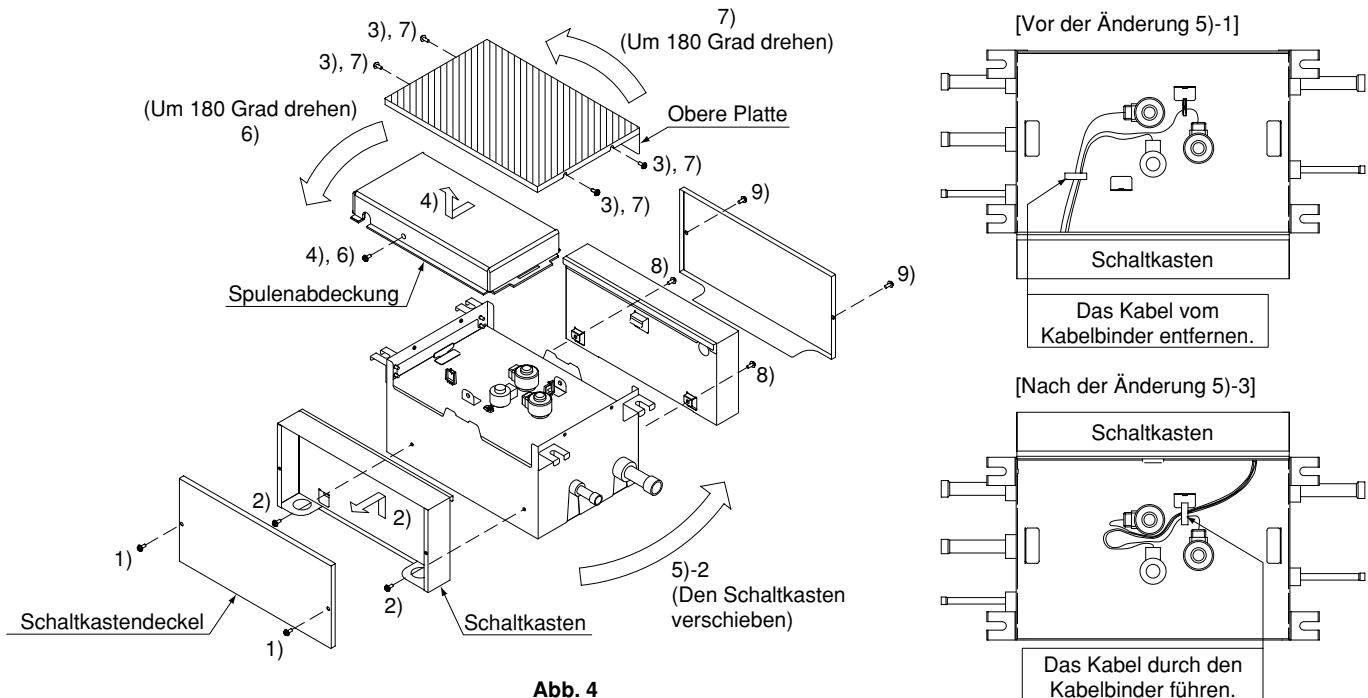

Abb. 4
(Siehe Abb. 4)
- Das BS-Gerät hat eine Ober- und eine Unterseite und ist so zu installieren, dass die in Abbildung 4 gezeigten diagonalen Linien auf der Oberseite liegen. (Wenn dies nicht beachtet wird, kann das Gerät möglicherweise nicht richtig funktionieren und das sich entwickelnde Betriebsgeräusch nimmt zu.)